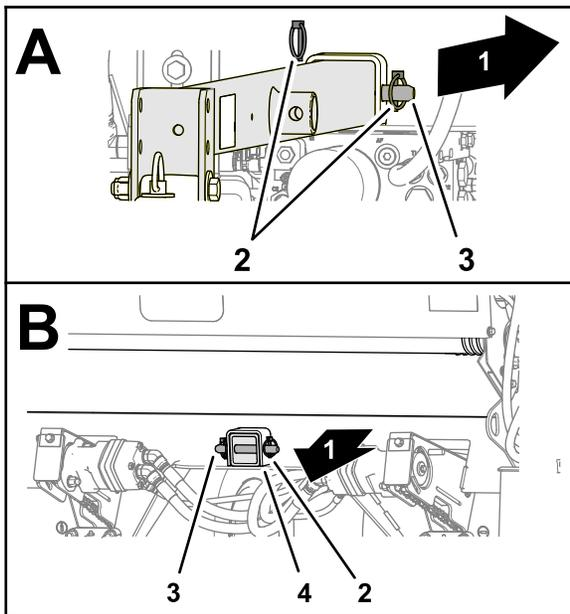

図 4
2. トングの穴を、レシーバチューブの穴に合わせ、クレビスピンとリンチピン4本でトングをチューブに固定する 図 4。